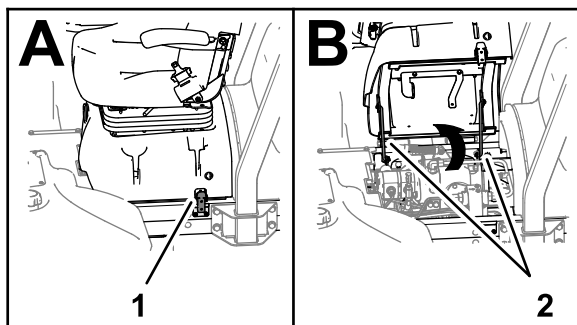

Рисунок 4
1. Разблокируйте основание сиденья, наклоните сиденье и основание, чтобы открыть их, и закрепите их опорными стойками (Рисунок 4).